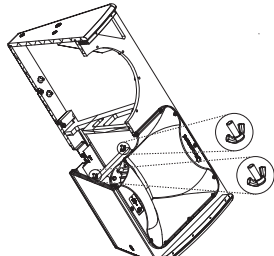

Fig. 3
4. Reik door de holte van de basdriver en draai de twee vleugelmoeren los waarmee de bevestigingsbeugel van de compressiedriver is bevestigd (afb. 3).
10. Draai de vleugelmoeren weer vast op de bevestigingsbeugel van de compressieaandrijving (afb. 3).